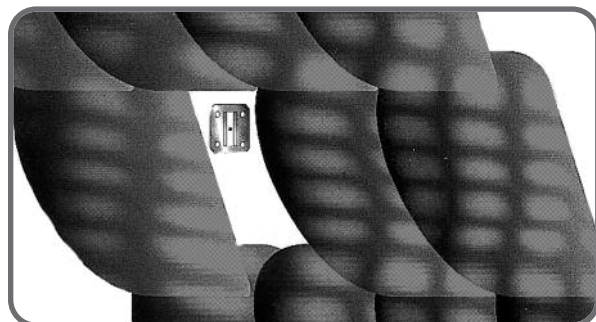
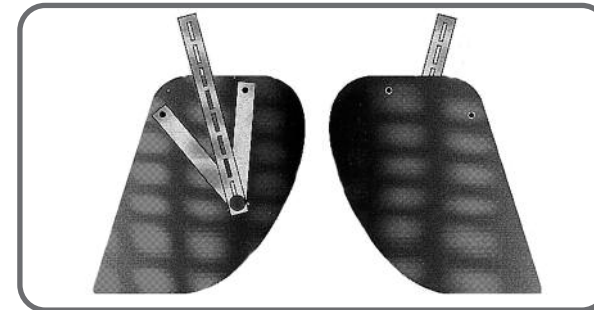
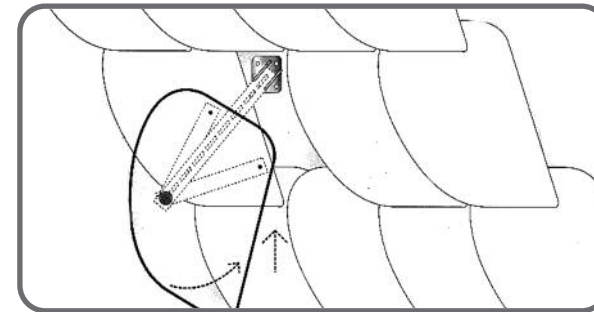

Abbildung 1
Abbildung 2
Abbildung 3
**Arbeitsfolge:** Entfernen Sie zuerst die Schieferreste und deren Befestigungsmittel mit dem entsprechenden Werkzeug (z.B. Dachdecker Nagel-/Flickeisen). Schrauben Sie danach die **PRIMERO JAX** Grundplatte mit mindestens zwei feuerverzinkten Schrauben (diagonal angeordnet) auf dem Holzuntergrund fest. Die Montage der Grundplatte muss so durchgeführt werden, dass die Ausklinkung des Halteschuhs nach oben ausgerichtet ist (siehe Abbildung 1). Anschließend werden die Haltearme auf der Rückseite des neuen Schiefers befestigt, wobei die Monateghilfe (Schlaufe) zusätzlich den **PRIMERO JAX** mit dem Schiefer verbinden kann (siehe Abb. 2). Das Integrieren des neuen Decksteines in die Fläche erfolgt nun durch das Einschieben des Rasterarmes in den Halteschuh der Grundplatte. Die Ausklinkung am Halteschuh in Verbindung mit dem Rasterarm verhindert ein Herunterrutschen (siehe Abb. 3). Abschließend wird der neue Schiefer positioniert (siehe Abb. 4). Nach erfolgter Positionierung ist der **PRIMERO JAX** nicht mehr zu sehen.